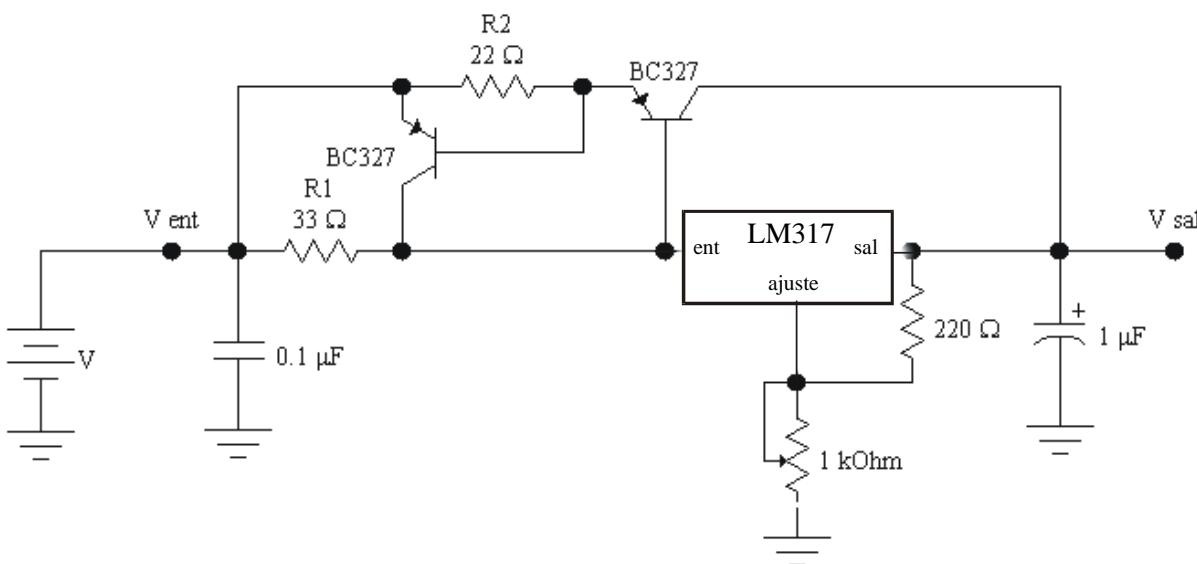

Figura 2
- 2.1. Armar el circuito de la Figura 2. En R1 emplear la resistencia de $33\ \Omega - 1/4\text{ W}$.